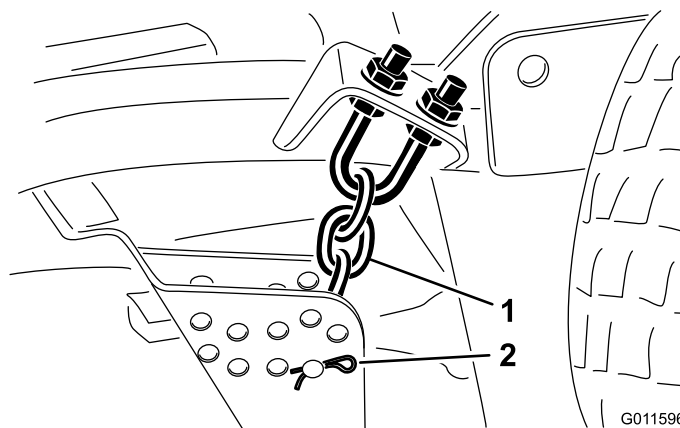

Figura 3
1. Retire os pernos de gancho e pinos de segurança que fixam as correntes da altura de corte à traseira da plataforma (Figura 3). Guarde os pernos de gancho e pinos de segurança para serem instalados na nova plataforma frontal.